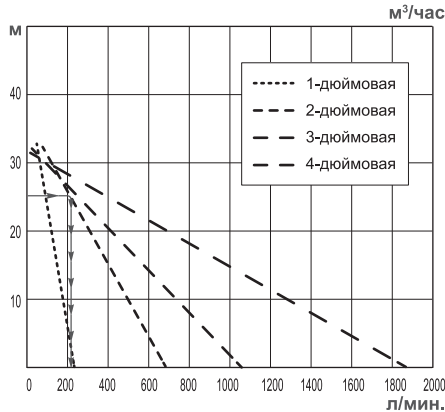

Рис. 17 График зависимости производительности Q мотопомпы от высоты подъема (H)
- График зависимости производительности мотопомпы от высоты подъема H_3 (Рис. 17).
4. На графике зависимости высоты подъема от производительности мотопомпы (Рис.17) находим величину расхода, она составляет примерно 200 л/мин или 12 м³/час.